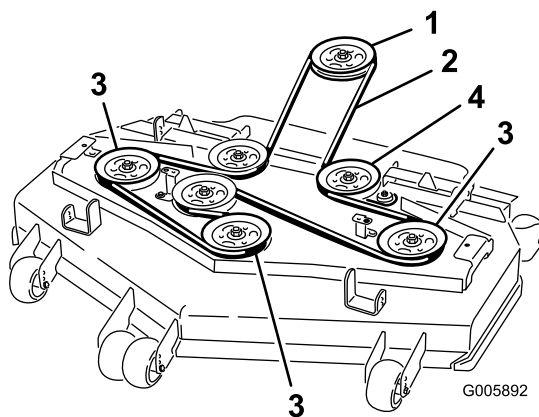

Figure 63
8. Installez la nouvelle courroie sur les poulies (Figure 63).